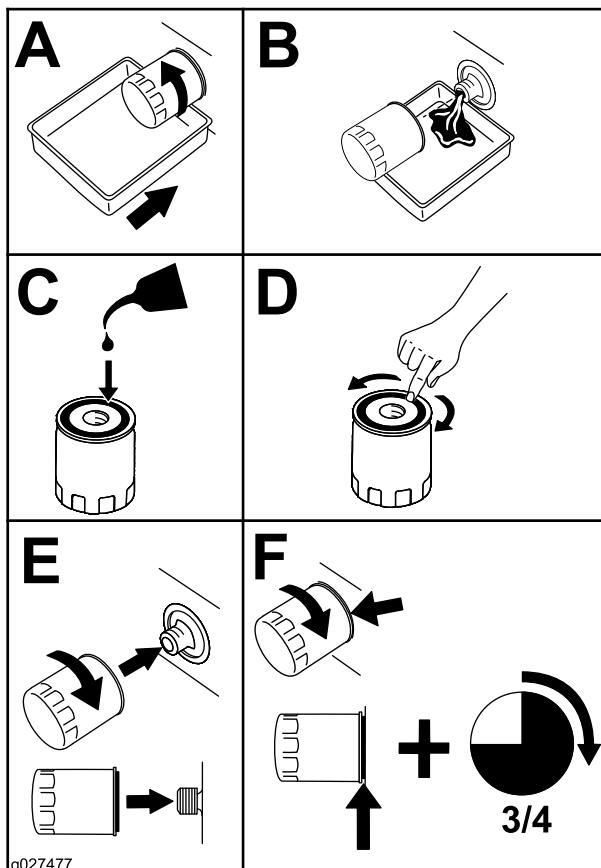

Figura 44
3. Retire o filtro do óleo (Figura 44).